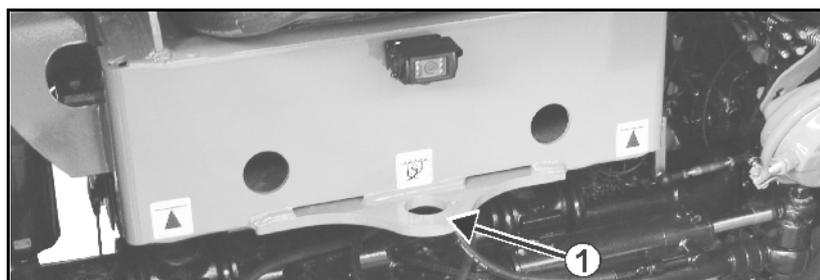

Fig. 8
- Ein Zurrpunkt hinten (Fig. 8/1)